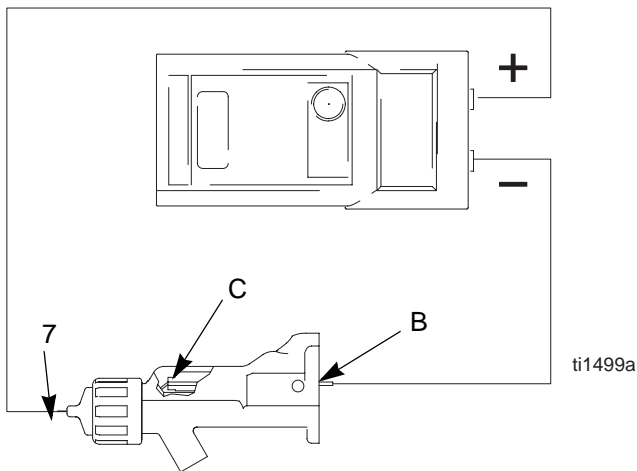

Fig. 17. Contrôle de la résistance de l'électrode
1. Introduire une tige conductrice (B) dans le canon du pistolet (démonté pour le test du générateur électrique) et l'appliquer contre le contact métallique (C) à l'avant du canon.
2. Mesurer la résistance entre la tige conductrice (B) et l'électrode (7). La résistance doit être comprise entre 20 et 30 mégohms. Voir Fig. 17.